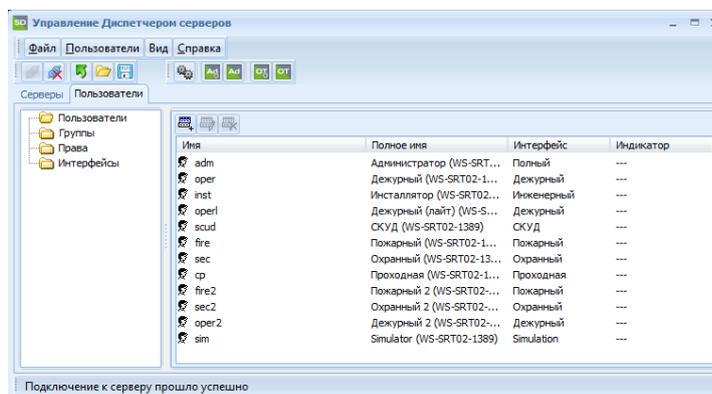
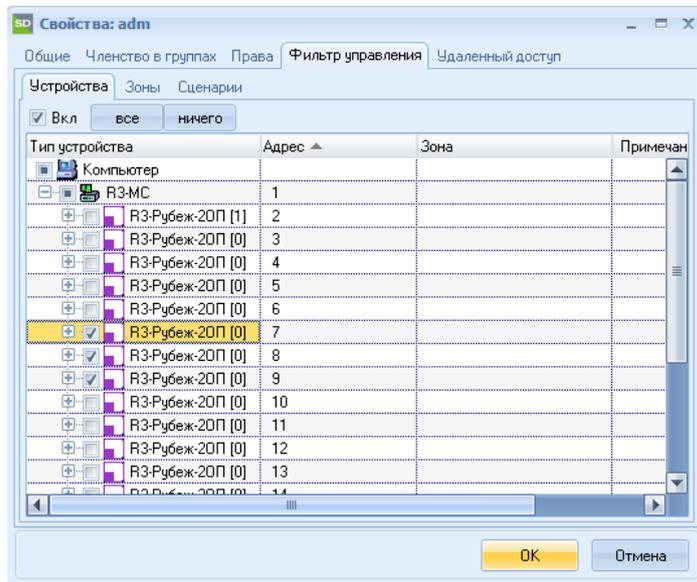

Рисунок 3.3 – Окно приложения «Управление Диспетчером серверов», вкладка Пользователи
Рисунок 3.17 – «Фильтр управления»
Для управления настройками безопасности необходимо перейти во вкладку **Пользователи** (рисунок 3.3). При переключении вкладки необходимо повторно подключиться к диспетчеру серверов с помощью кнопки  «Подключиться к серверу (Диспетчер серверов)».
Далее необходимо перейти во вкладку **Пользователи** (рисунок 3.3) и повторно подключиться к диспетчеру серверов с помощью кнопки «Подключиться к серверу (Диспетчер серверов)». В появившемся диалоговом окне указать пользователя «adm», пароль по умолчанию отсутствует.
В папке Пользователи выбрать пользователя adm (рисунок 3.3) и нажать кнопку «Изменить настройки пользователя». На закладке Удаленный доступ выбрать вариант «Подключение разрешено с любых компьютеров» (рисунок 3.17) и нажать кнопку ОК.
В результате в правой части окна отобразится список пользователей системы. По умолчанию существуют следующие пользователи: «Администратор», «Дежурный», «Инсталлятор», «Дежурный (лайт)», «СКУД», «Пожарный», «Охранный», «Проходная», «Пожарный 2», «Охранный 2», «Дежурный 2», «Simulator» (рисунок 3.3).
3) Закладка «Фильтр управления» (рисунок 3.17) позволяет ограничить доступ пользователя к определенным устройствам, зонам и сценариям. Чтобы применить фильтр управления, необходимо активировать флажок «Вкл». Для полного запрета доступа следует нажать кнопку «ничего». Кнопка «ничего» снимет выбор со всех объектов. Для неограниченного доступа пользователя к устройствам, зонам и сценариям следует нажать кнопку «все». Кнопка «все» выберет все объекты из списка. После выбора допустимых объектов для пользователя, необходимо нажать кнопку «ОК».